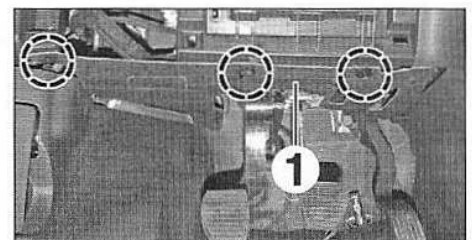

FIG.29
- Dégrafer et déposer la garniture inférieure gauche de planche de bord (1), puis débrancher le connecteur de l'éclaireur de plancher (Fig.29).